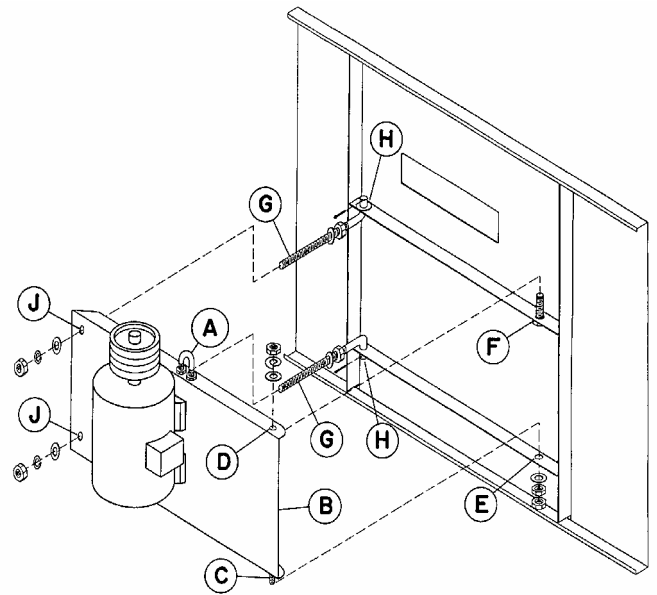

Figura 23 - Montaje de Motores Exteriores
1. Estudiar la figura 23 antes de montar la base del motor sobre la unidad.